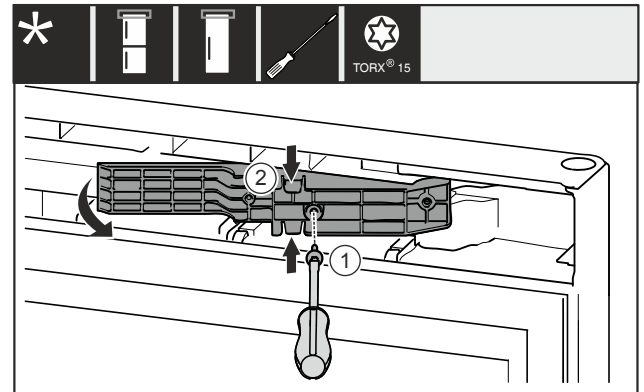

Fig. 11 *
- Retirer la vis Fig. 11 (1).*
- Compresser légèrement l'adaptateur Fig. 11 (2) par le haut et le bas et le retirer.*